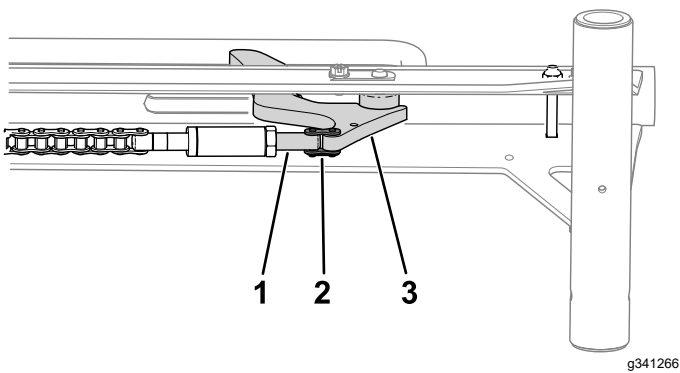

Bild 4
6. Verwenden Sie ein Kettenglied, um das Kettenspannschloss am Radanschlag zu befestigen (Bild 4).